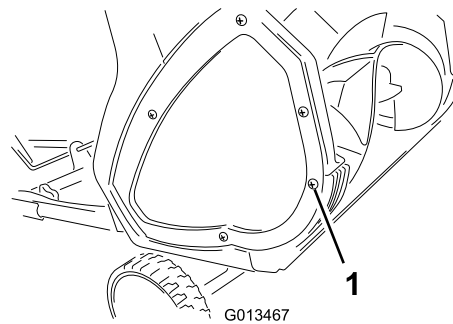

Figure 8
1. Retirez la vis de chaque plaque latérale de fixation de la lame racleuse (Figure 8) et les 2 vis de fixation de la lame racleuse situées sous la machine (Figure 9).